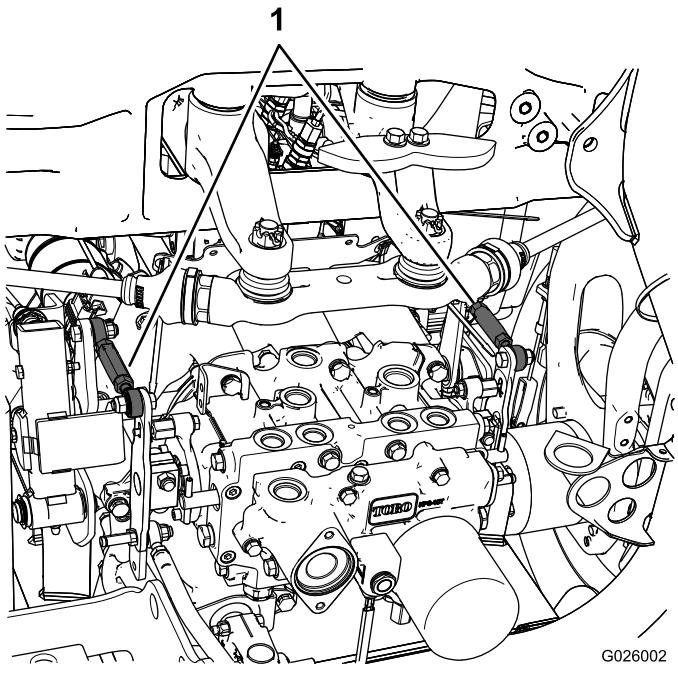

Figura 47
- Se la ruota posteriore sinistra gira, allentate i controdadi sull'asta di comando della trasmissione sinistra (**Figura 47**).